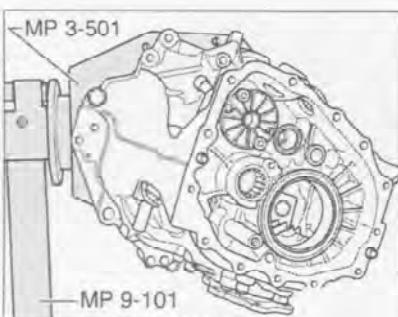

Рис. 7.61. Наклоните корпус коробки передач указанным образом для облегчения сборки.
14. Наклоните корпус коробки передач указанным образом для облегчения сборки (рис. 7.61).